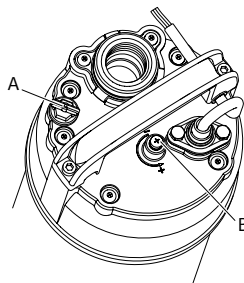

Fig. 6: Horná časť čerpadla
**OZNÁMENIE:** Čerpadlo má v hornej časti telesa ventil na automatické odvzdušnenie. (Fig. 6, pol. **A**). Tento ventil umožňuje naplniť čerpadlo za krátky čas.